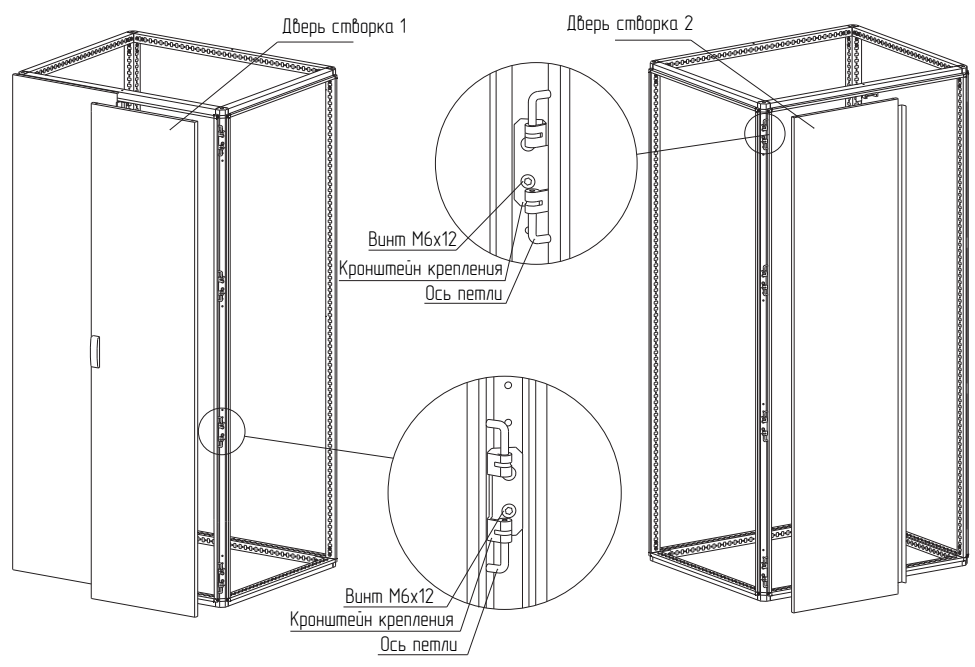

Рисунок 26
4.14.3 Закрепите петли на каркасе на левой и правой стойке (рисунок 26). Для крепления использовать винты М6×12. Момент затяжки – 7 Н·м.